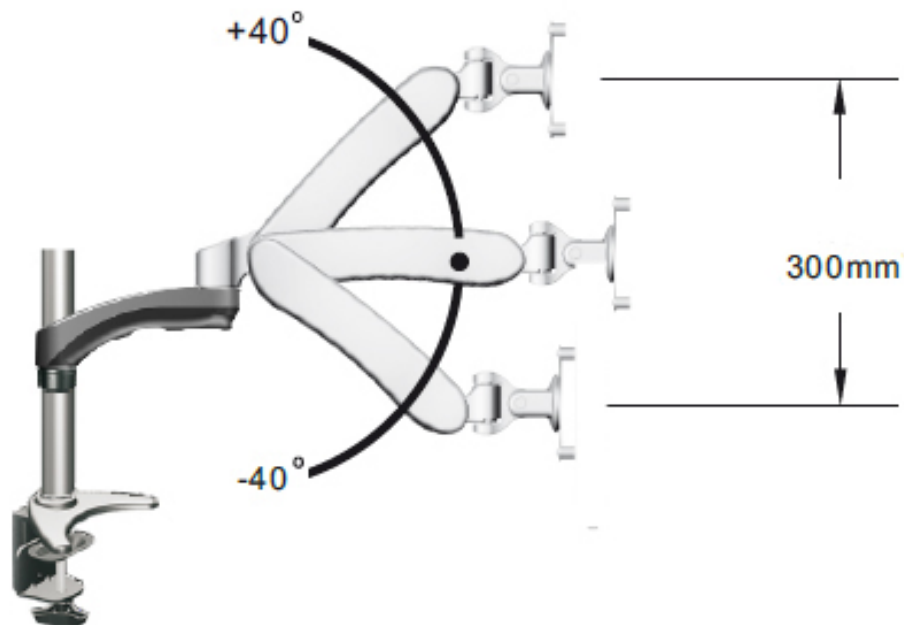
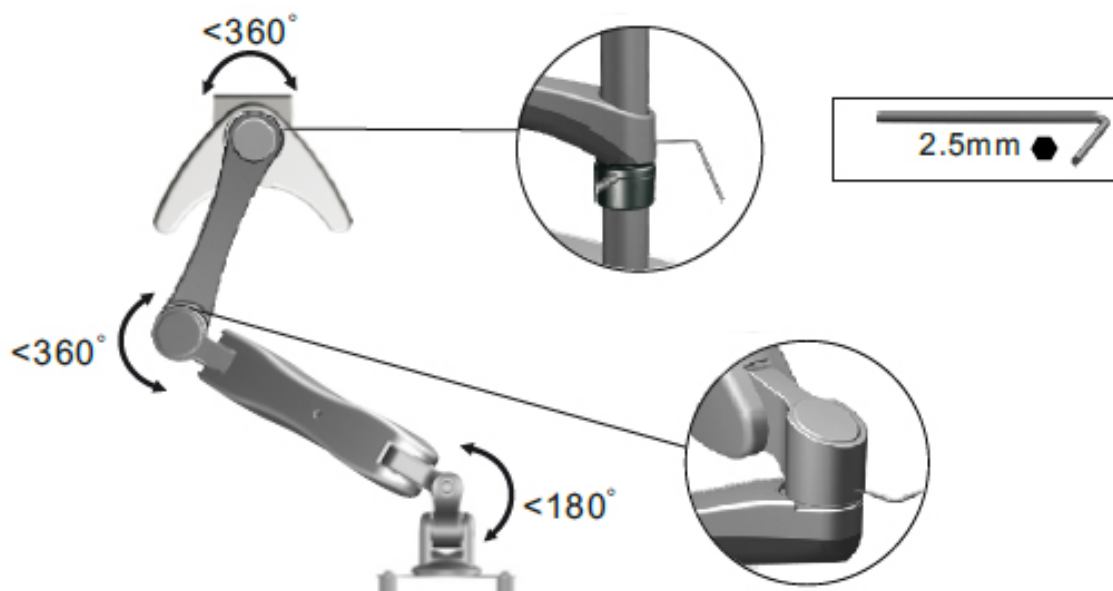

Figure 7
Figure 8
5. Cet instrument peut monter et descendre comme illustré en figure 7. Si il se déplace latéralement, il se peut qu'il faille ajuster la tension de l'articulation du bras pour permettre à votre microscope de tourner sur le côté. Ceci est possible en utilisant la clé Allen hexagonale 2,5 mm fournie. (Voir Figure 8).